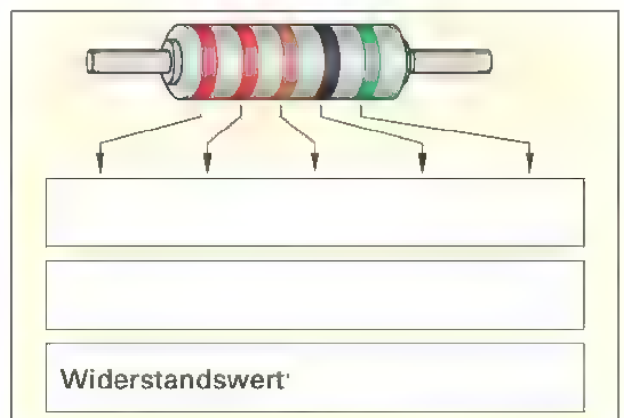

Bild 2: Berechnungsverfahren mit 5 Farbringen
3. Tragen Sie das Berechnungsverfahren in Bild 2 ein. Wie groß ist der Widerstandswert?